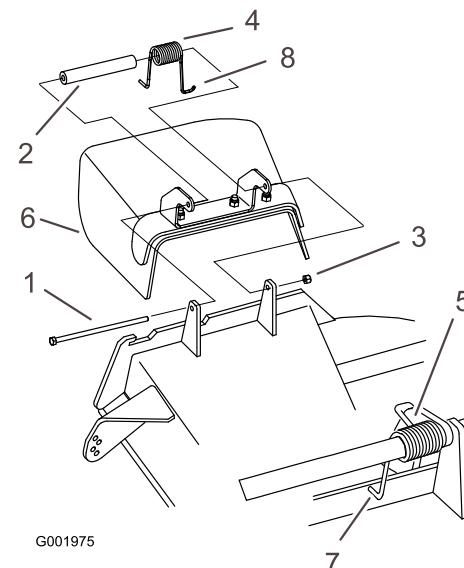

Figure 71
1. Retirez le contre-écrou, le boulon, le ressort et l'entretoise qui fixent le déflecteur aux supports de pivot (Figure 71). Enlevez le déflecteur s'il est endommagé ou usé.
Remarque: Prenez soin de placer l'extrémité en **L** du ressort derrière le bord du plateau avant de mettre le boulon en place, comme indiqué à la Figure 71.
3. Remettez le boulon et l'écrou. Accrochez l'extrémité en **J** du ressort au déflecteur d'herbe (Figure 71).